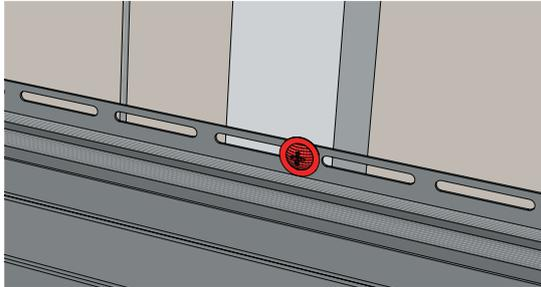

Рисунок 3
- 6.2** Фиксировать саморезы необходимо только в подготовленные для этого места на панели, которые заложены заводом изготовителем. Фиксация саморезов в «тело материала» категорически запрещена (рис. 3,4). Отсутствие